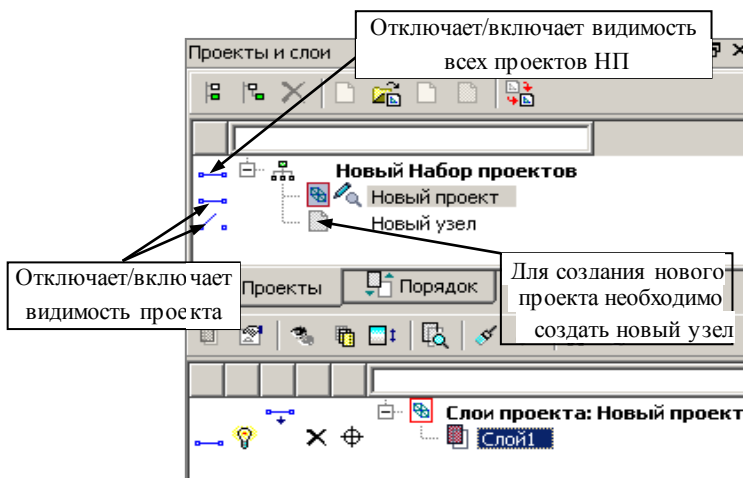

Рис. 3.8
После выполнения команды **Создать Набор Проектов** на панели **Проекты и слои** создается новый набор проектов (НП), в состав которого входит один проект с именем Новый проект. В новом проекте автоматически создаётся один слой с именем Слой 1 (рис. 3.8).
Набор проектов плана имеет древовидную структуру *узлов* (рис. 3.8), которые хранят ссылку на проект и информацию о его состоянии, т.е. загружен проект или нет, в каком состоянии загружен: для записи или для чтения. Установить проект активным можно двойным щелчком левой клавиши мыши по его названию. При этом активным станет слой, который расположен первым в дереве слоев.
Для проектов и набора проектов предусмотрены переключатели, которые управляют видимостью отдельных проектов и всего НП (рис. 3.8).
**Создать узел на одном уровне**  (рис. 3.8).